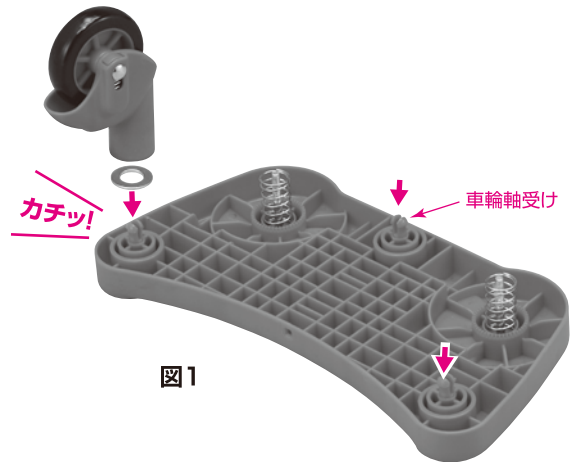

図1
- ①ボードの裏にある車輪軸受け3カ所にワッシャーをセットします。
- ②車輪の軸をカチッと音がするまで差し込んでください。(図1)